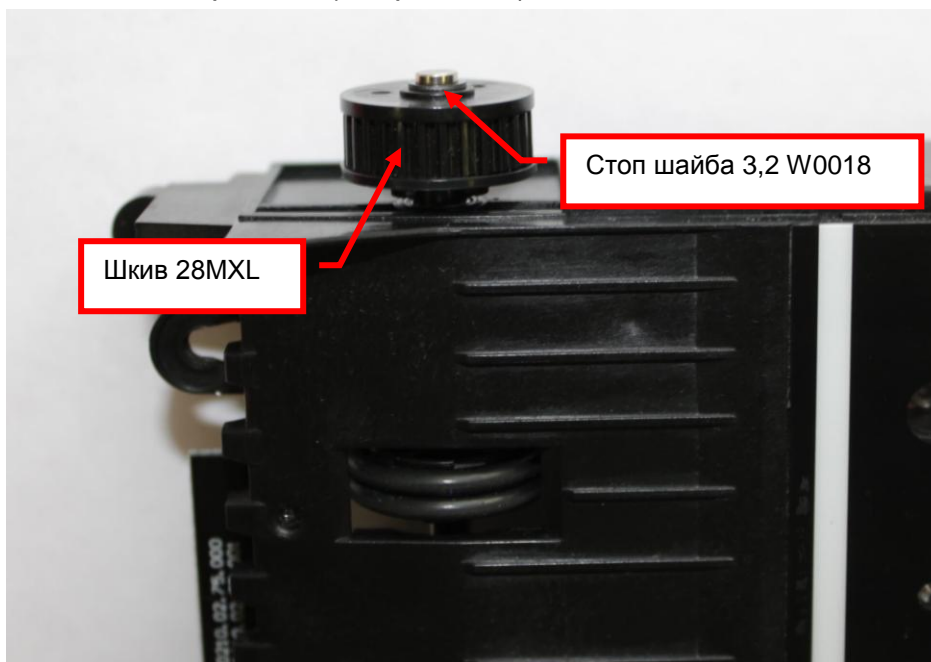

Рис. 8.35
8.15.5 Снимите, с помощью пинцета, стоп шайбу 3,2 W0018, фиксирующую шкив 28MXL на оси передней (см. рис.8.35). Снимите шкив 28MXL с передней оси.